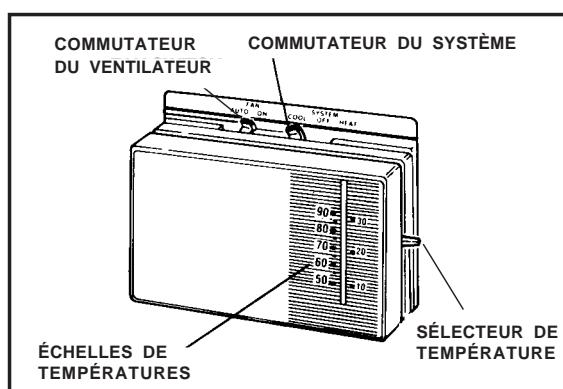

Figure 1. Thermostat typique
1. Régler le commutateur du thermostat sur REFROIDIR (COOL) ou AUTO et le commutateur du ventilateur du thermostat sur AUTO (Figure 1).
1. Régler le commutateur du thermostat sur CHAUFFER (HEAT) ou AUTO et le commutateur du ventilateur du thermostat sur AUTO (Figure 1).
Régler le commutateur du thermostat sur la position d'ARRÊT (OFF) et le commutateur du ventilateur du thermostat sur AUTO (Figure 1).
Régler le commutateur du ventilateur du thermostat sur la position MARCHE (ON) (Figure 1).